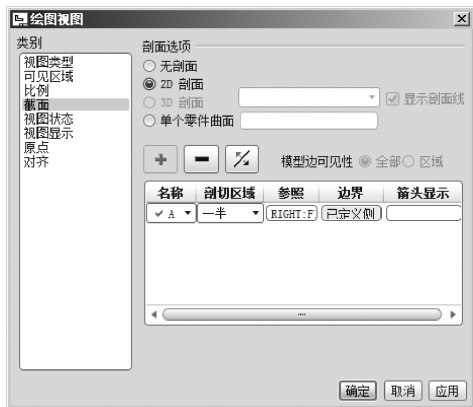

图 10-147 定义剖视图的截面
(14) 此时【边界】收集器处于激活状态，可以在主视图中“RIGHT”基准面的两侧单击，决定哪一半用剖视表示，【绘图视图】对话框如图 10-147 所示。